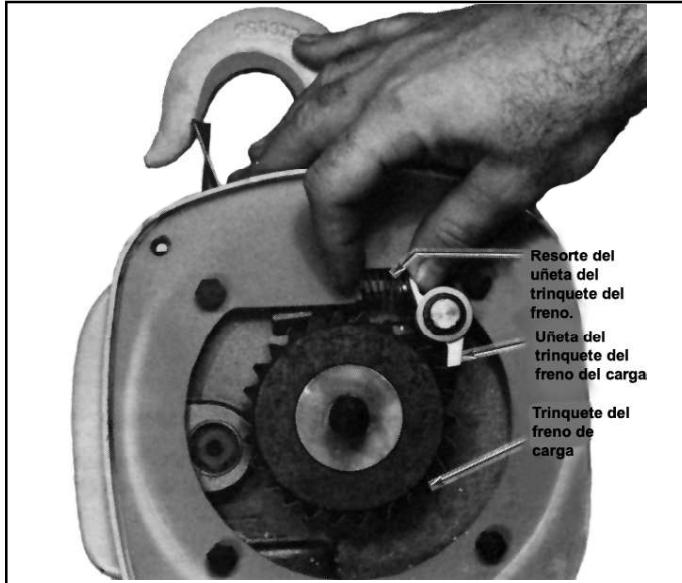

Figura 7-5. Instalación del trinquete del freno de carga
a. Jale dos rondanas de fricción y el trinquete del freno del eje de la pestaña de freno mientras mantiene abierto la uñeta del trinquete del freno. Ver Figura 7-5 .
b. Despues de que la pestaña del freno de carga esté en su lugar, el orden del ensamble es: rondana de fricción, luego trinquete, luego segunda rondana de fricción. Sólo en los modelos de 1/4 y 1/2 tonelada, las rondanas de fricción tienen diferentes diámetros. La rondana de fricción con mayor diámetro va primero, seguida por el trinquete y luego la rondana de fricción con menos diámetro. En los otros modelos, va primero la rondana de fricción de tejido de color claro, seguida por el trinquete y luego por la rondana de fricción moldeada de color oscuro. Luego se instala la uñeta del trinquete de freno y el resorte. El resorte de la uñeta de freno tiene un extremo cerrado. En los modelos de polipasto de 1/4 y 1/2 tonelada, el extremo abierto debe instalarse a la uñeta del trinquete. En otros modelos, el extremo cerrado debe instalarse a la uñeta. El extremo abierto del resorte en modelos de 2 toneladas de 1 y dos cadenas de carga va contra el ensamble del adaptador. Ver Figura 7-5.